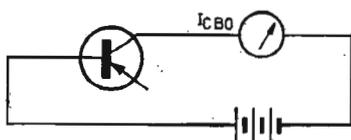

FIG. 2
b) - l'intensité du collecteur lorsque la tension est appliquée entre collecteur et base, avec le circuit d'émetteur ouvert (I_{CBO}) ; voir figure 2.